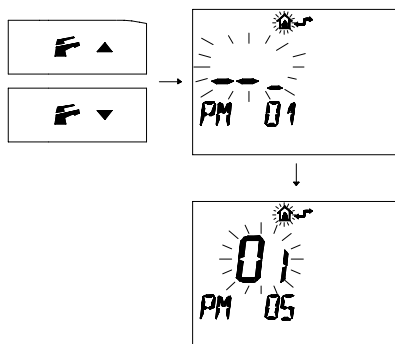

Figura 8.6
- Premere i pulsanti e per visualizzare la programmazione **"PM05"** *settaggio gas fase 1* (Figura 8.6).
- Il SET programmato che lampeggia **01** indica che la caldaia è predisposta per funzionare con gas **Metano (G20)** (Figura 8.6)